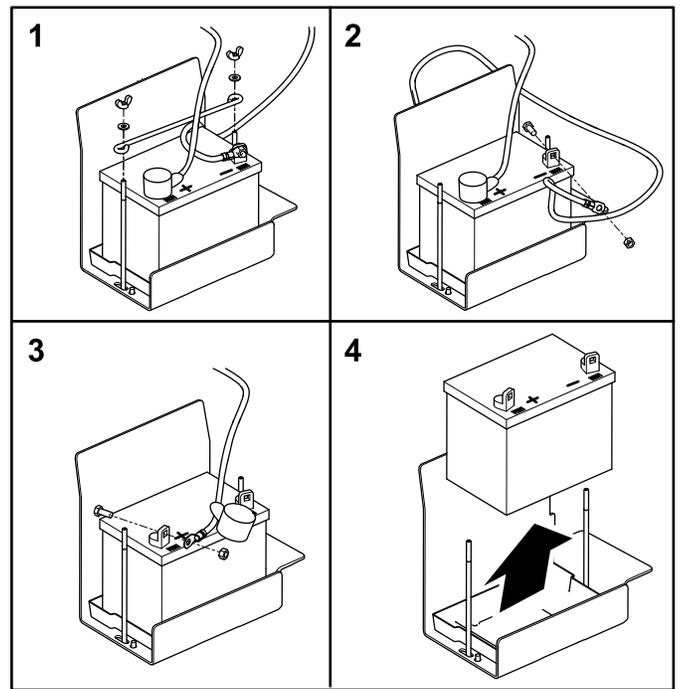

Bild 54
2. Entfernen Sie die Flügelmuttern und Scheiben, mit denen die Batterie befestigt ist (Bild 54).